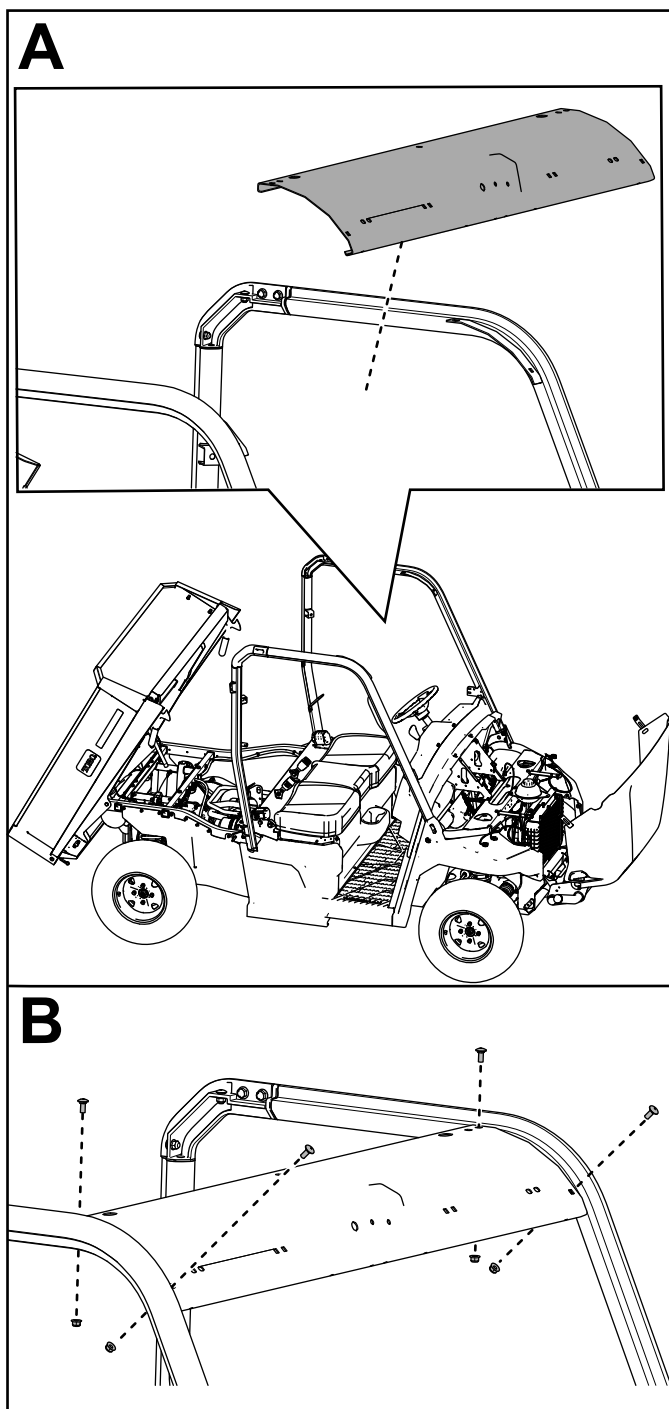

図 16
11. 左側フレームチューブに、アクチュエータマウントを取り付けるキャリッジボルト5/16 x 1"4 本とロックナット5/16"4 個で図 16のように取り付ける。